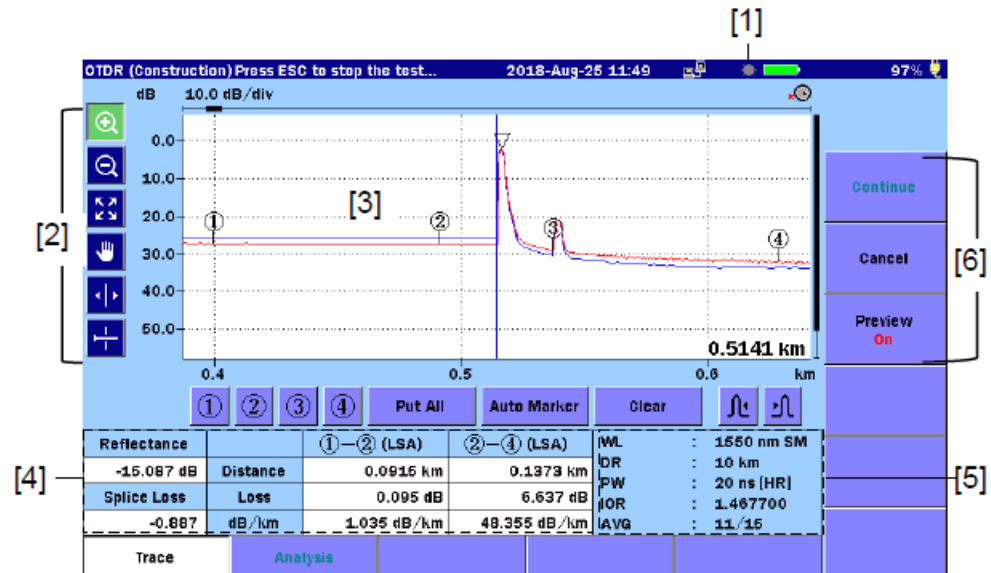

Рисунок 6.5-2 Экран выполняемого теста
Когда на экране **Test In Progress** экранная клавиша **Preview** установлена на **On** (рисунок 6.5-2), отображаются результаты измерения в режиме OTDR (строительство).
- При установке **Connection Check** на **Off**, появляется экран выполнения теста (рисунок 6.5-2).